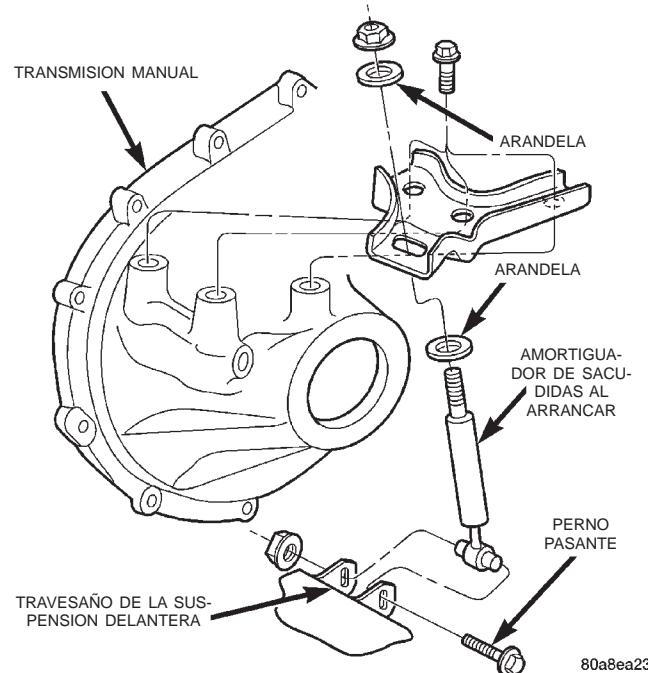

Fig. 13 Amortiguador de sacudidas al arrancar
(1) Retire el perno pasante y la tuerca del travesaño de la suspensión delantera (Fig. 13).
(2) Retire la tuerca y las arandelas del amortiguador. Retire el amortiguador.
(3) Retire la ménsula del amortiguador de sacudidas al arrancar, si fuese necesario.